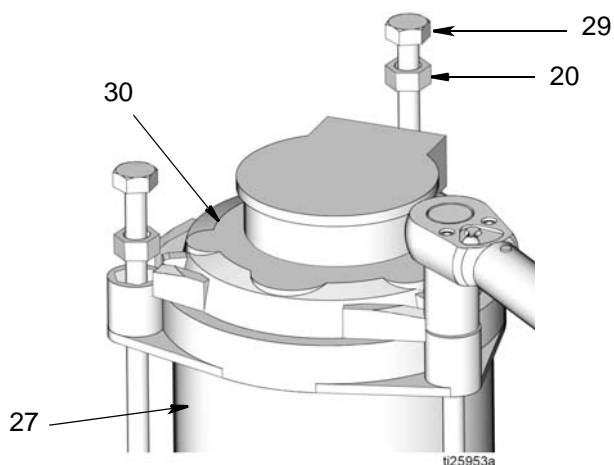

Рис. 14
9. Используйте гаечный ключ для извлечения стяжных стержней (29). Ослабляйте затяжку стержней крест-накрест, соблюдая осторожность с постепенным ослаблением затяжки каждого стержня до тех пор, пока все стержни не будут полностью освобождены. Извлеките стяжные стержни (29) и распорные детали (20). См. Рис. 14.
10. Снимите крышку (30) с резервуара (27) (Рис. 14).